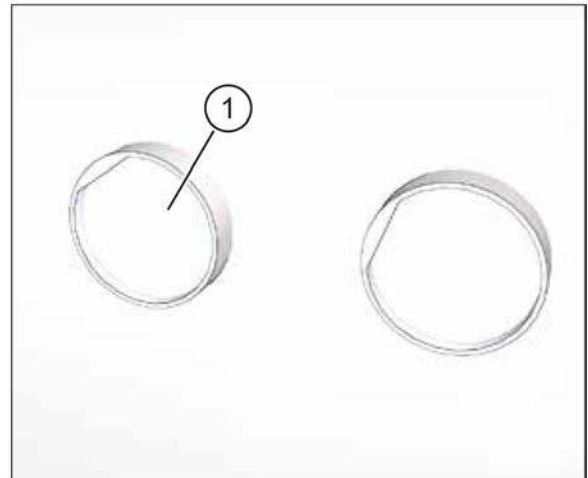

Рис. 28: монтажный комплект заштукатурен снаружи
- ▶ Удалите обе гипсовые защитные прокладки (поз. 1 на рис. 28 на стр. 29).